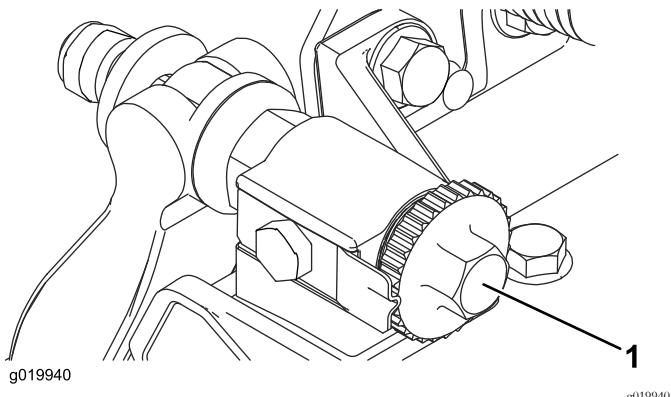

图8
1. 将滚刀组放在平整、水平的工作表面上。逆时针旋转底刀架调节螺丝确保底刀架不与滚刀接触 **图8**。